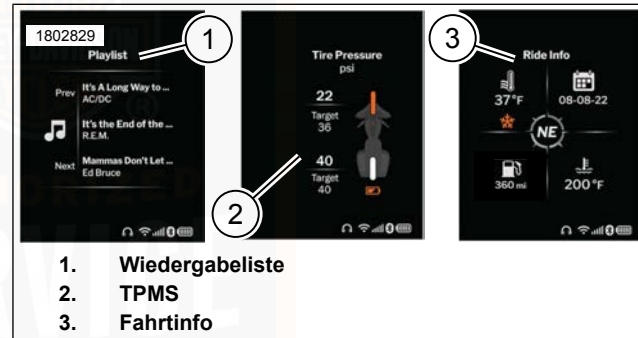

Abbildung 38. Widget-Optionen
Siehe Abbildung 38. **Playlist:** Das Widget „Playlist“ (1) zeigt die aktuellen Wiedergabelisten-Informationen von einem verbundenen Gerät an. Diese Informationen umfassen den Titel und den Namen des Interpreten.